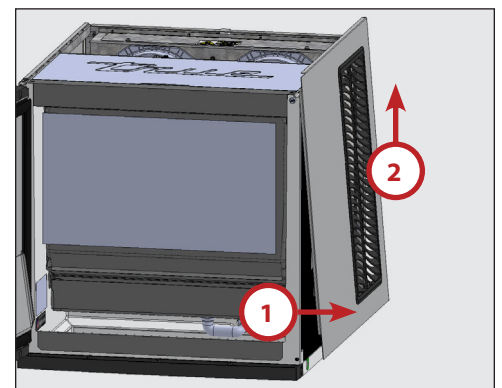

Abb. 6. Ziehen Sie die Verkleidung von den Haltetaschen und heben Sie die Verkleidung an.
4. Ziehen Sie die Seitenwand von den unteren Befestigungsmitteln. Heben Sie dann die Seitenwand an. Siehe Abb. 6.